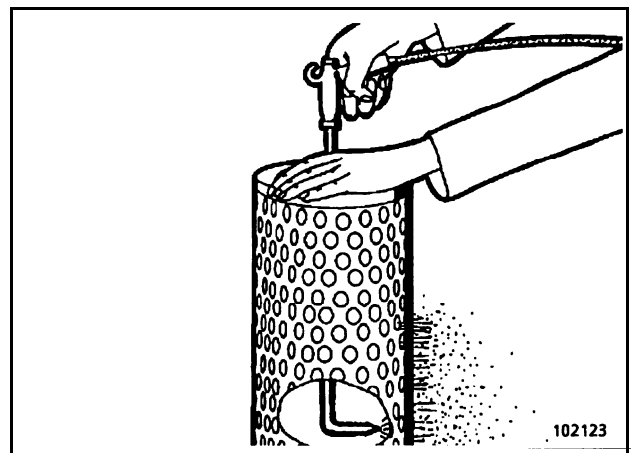

图 3-19:
- 在滤清器滤芯内侧上下移动压缩空气活塞，用压缩空气将滤清器滤芯（图 3-19：）吹干。喷嘴处的压力不得超过 3 bar/43 psi。如果滤清器滤芯中不再看到灰尘，则清洁工作完成。